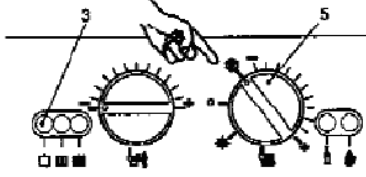

fig. 2.2
- 2 Alimentem electricamente a caldeira ligando o Interruptor bipolar previsto na instalação; a lâmpada de sinalização 3 na fig. 2.2 faz um breve lampejo cerca de cada 4 segundos.
- 3 Rodem o selector 5 como na fig. 2.2; a lâmpada de sinalização 3 lampeja com intermitência aproximadamente cada segundo.